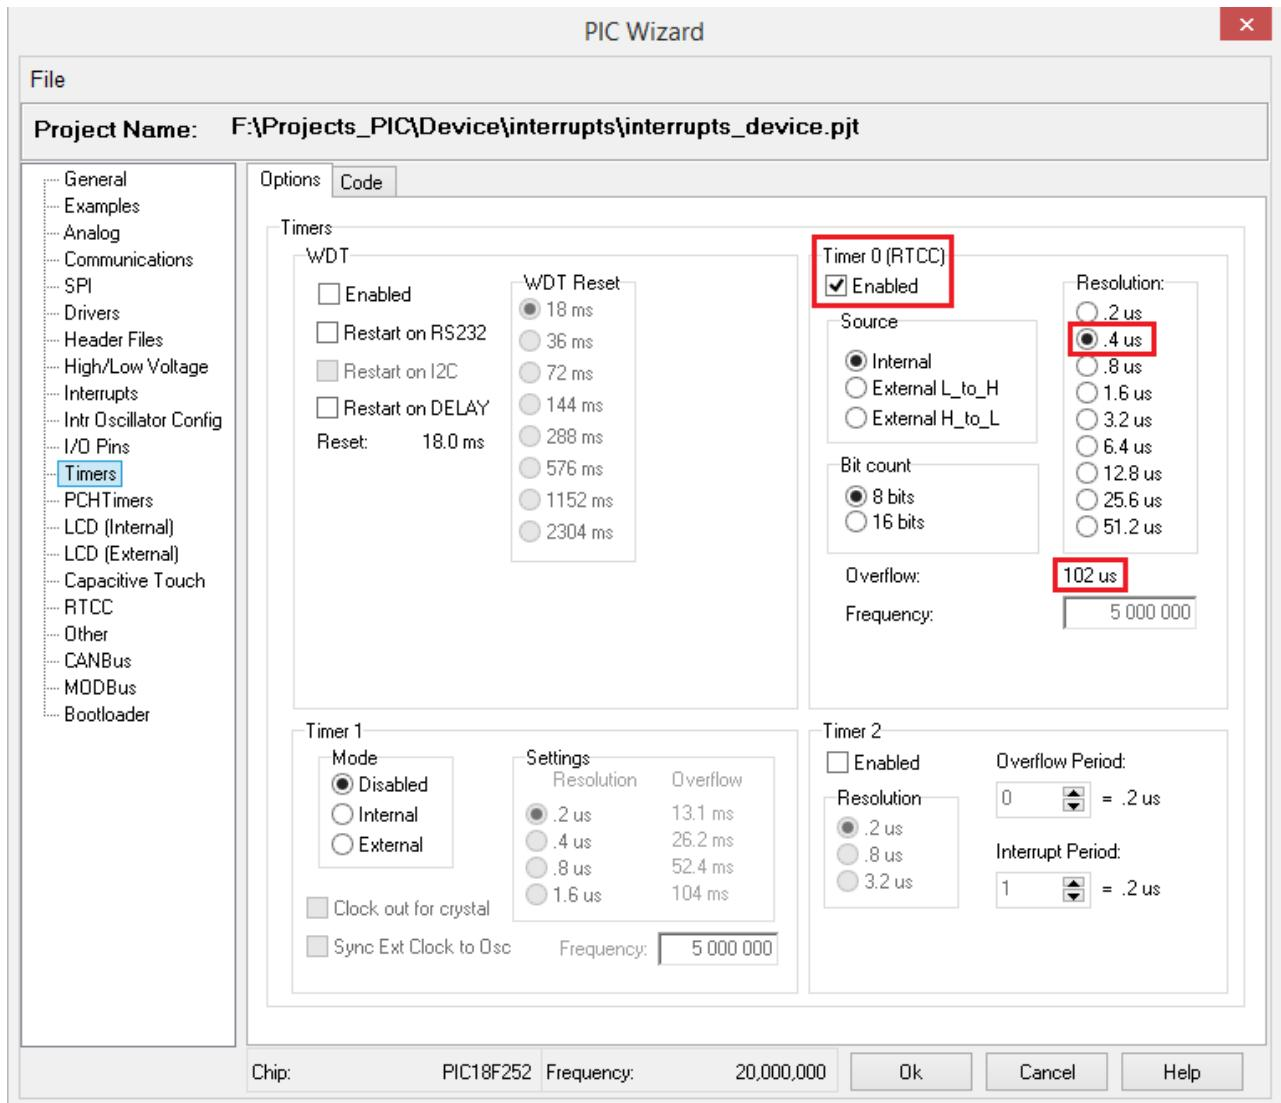

Рисунок 3.2.8 – Розділ **Timers** майстра **PIC Wizard**.
8. У розділі **Timers** (рис. 3.2.8) налаштовуються параметри таймерів, включаючи сторожовий таймер.
Встановлення переривань таймера **RTCC** з **IDE PCWH** представлене на рис. 3.2.8.